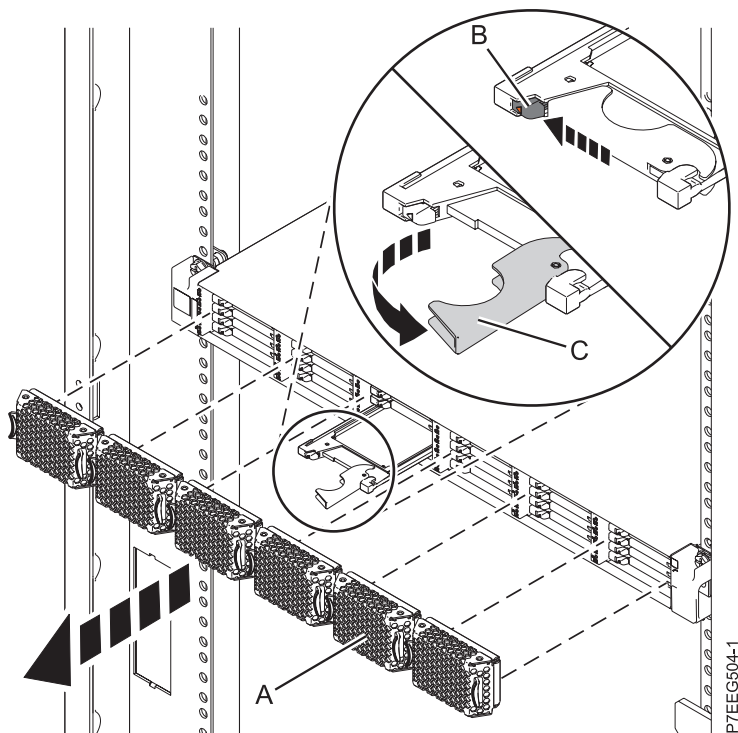

Figure 17. Retrait de l'unité SSD d'une armoire de stockage PCIe EDR1
1. Retirez le panneau (A) qui couvre l'emplacement contenant l'unité SSD. Pour plus d'informations, voir figure 17, à la page 26.
2. Poussez doucement le taquet de déverrouillage (B) pour déverrouiller la poignée de l'unité.
3. Saisissez la poignée (C) et tirez partiellement l'unité hors de l'emplacement.